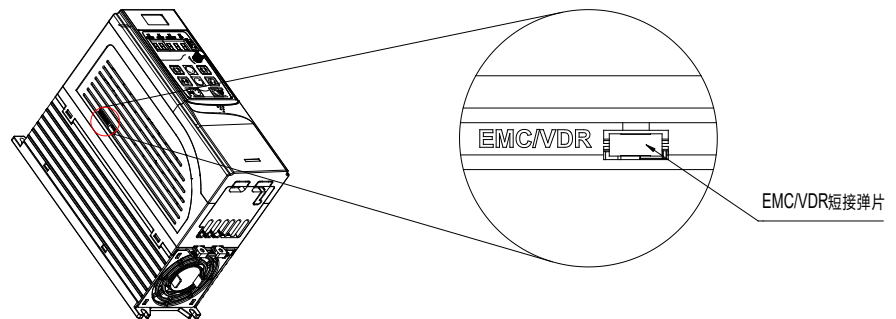
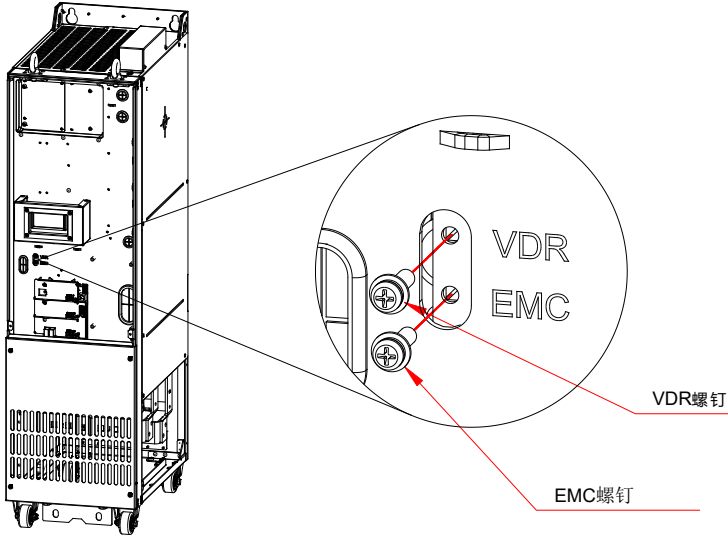

图 7-1 1.5~7.5kW 短接弹片
图 7-8 220~630kW 螺钉位置
- (1) 尝试拆除机器中的“EMC/VDR”处的 EMC/VDR 或者 J10 跳线，螺钉或跳线位置如图 7-1~图 7-8 所示。